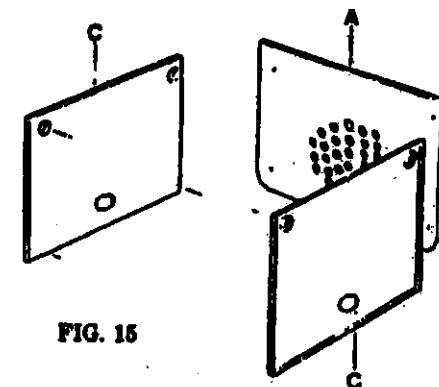

FIG. 15
1. Fixer avec les vis la paroi arrière A. (Fig. 15)